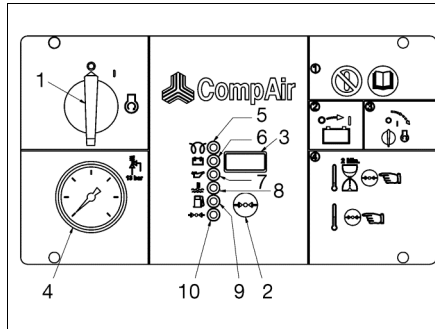

Bild 24
- * Bei kaltem Motor lassen Sie ihn etwa 2 Minuten warm laufen und drücken dann den Lastauftaster (siehe Bild 24, Pos. 2). Ist der Motor warm, kann der Lastauftaster sofort gedrückt werden.